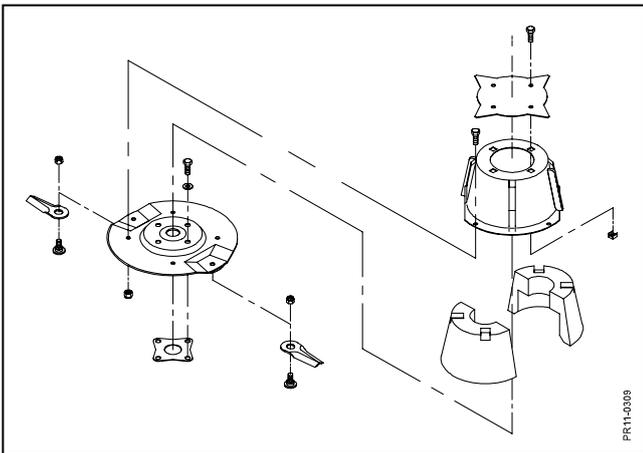

Fig. 5-6
- Fig. 5-6** Les deux déflecteurs aux extrémités sont remplis de blocs de mousse pour éviter un déséquilibre. Il est important que ces blocs restent intacts afin que les déflecteurs ne se remplissent pas de poussière ou de saletés.